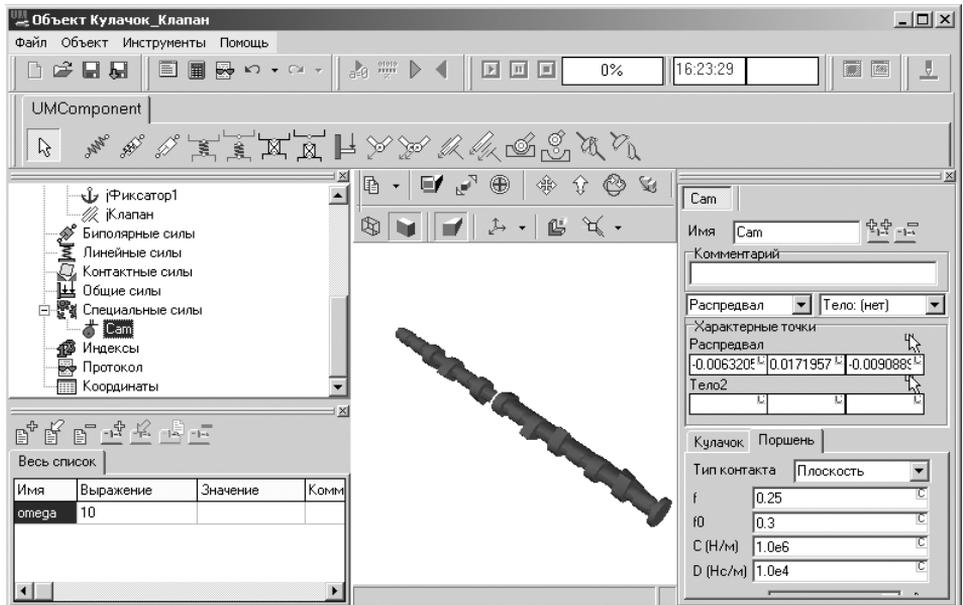

Рис. 2.25. Окно **Инспектор** с активизированным силовым элементом **Cam**
- щелкните в **Списке элементов** в раскрывающемся списке **Специальные силы** по пункту (силовому элементу) **Сат**. Появится в анимационном окне модель распредела, а в окне **Инспектор** – соответствующие параметры, см. рис. 2.25;